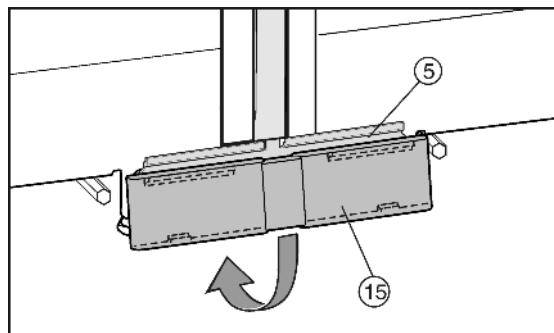

Fig. 11
- De onderste afdekking Fig. 11 (15) van boven op de verbindingsstrip Fig. 11 (5) zetten en aan de onderkant vastklikken.